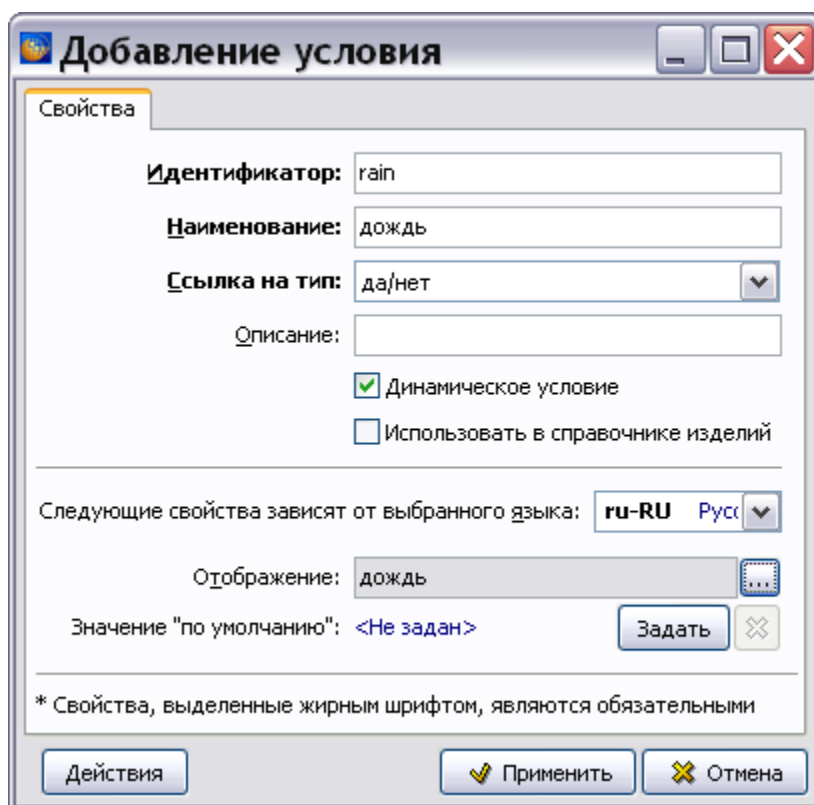

Рис. 22.22
11. Для создания условия, значение которого может изменяться в процессе эксплуатации изделия, в окне **Добавление условия** установите флаг у параметра **Динамическое условие**. Пример ввода параметров динамического (погодного) условия показан на Рис. 22.22.